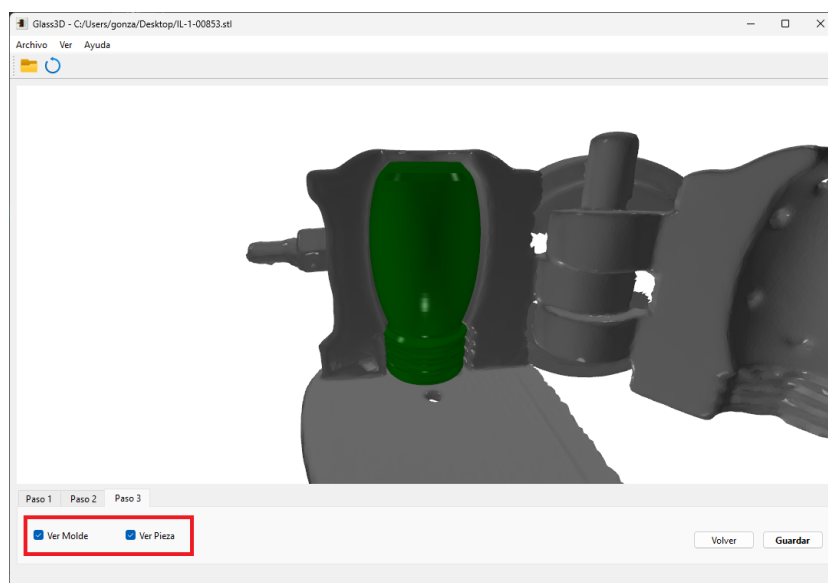

Figura 6: Generar Positivo: Comprobar resultado
1. Comprobar el resultado mostrando u ocultando el positivo o el molde con los checkbox del paso 3. Figura 6.